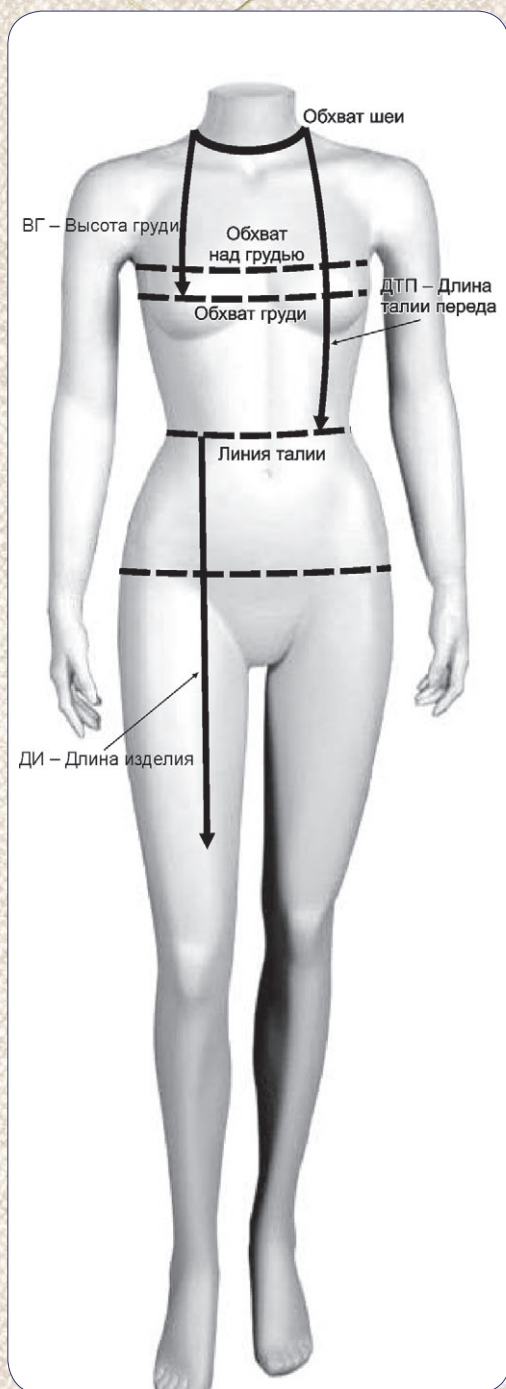

Рис. 1
1. Обхват груди (рис. 1).
4. Высота груди (рис. 1).
5. Длина переда до талии (рис. 1).
6. Длина изделия (рис. 1).